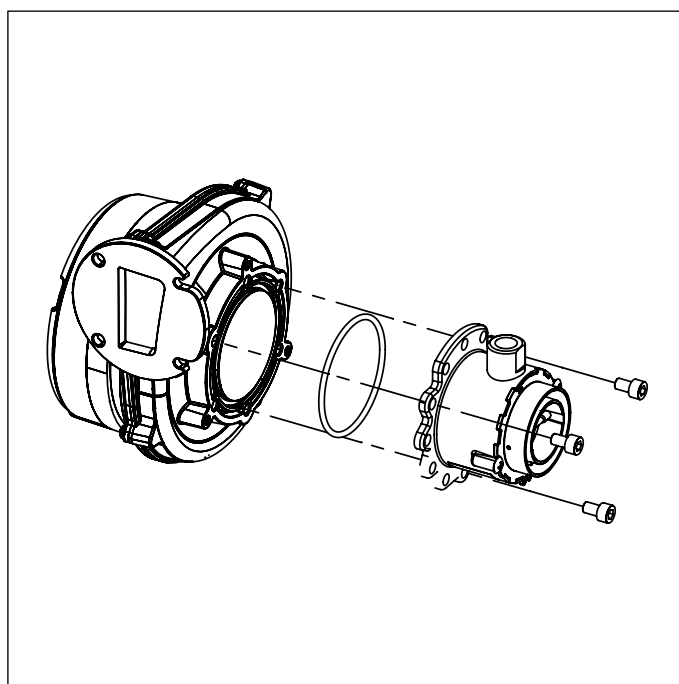

Fig. 43 Miscelatore
- Rimuovere il miscelatore svitando le tre viti a brugola (vedi Fig. 43 Miscelatore).